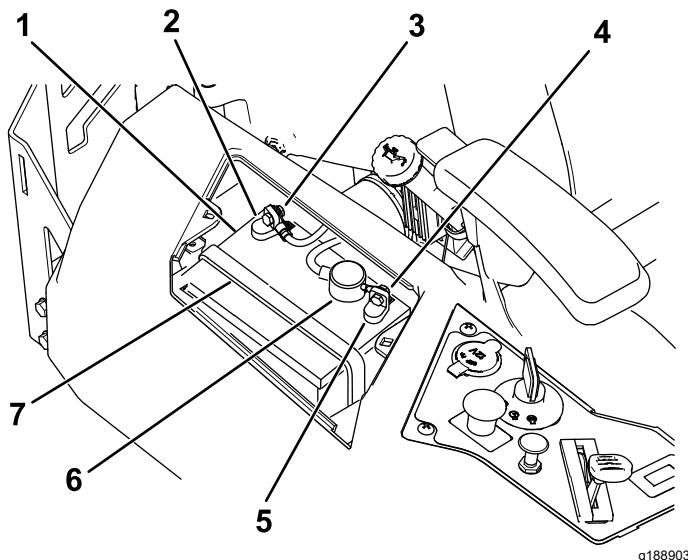

Figure 58
4. Débranchez le câble négatif (noir) de mise à la masse de la borne de la batterie (**Figure 58**).
6. Débranchez le câble positif (rouge) de la borne de la batterie (**Figure 58**).
7. Déposez la barrette de maintien de la batterie (**Figure 58**) et soulevez la batterie de son support.
1. Placez la batterie sur son support (Figure 58).
5. Fixez la batterie en place à l'aide de la barre de maintien (Figure 58).